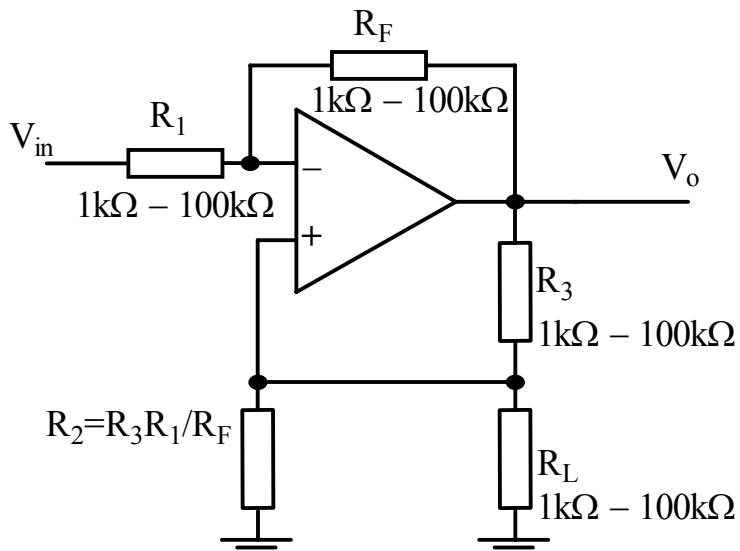

Рис. 28. Преобразователь напряжение-ток
1. Реализуйте схему преобразователя напряжение-ток. Данная схема изображена на рис. 28. Не забудьте подключить питание к ОУ.